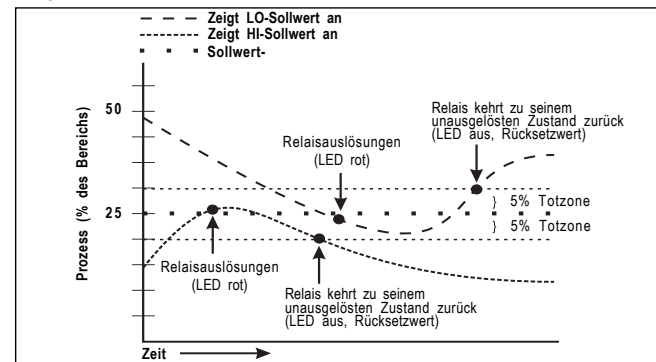

Abbildung 3: Grenzwertalarm-Betrieb und Auswirkung der Totzone
Die Alarm-Sollwertgrenzen für den WV108 können für HI oder LO, Failsafe- oder Nicht-Failsafe-Betrieb konfiguriert werden. (Failsafe ist nur beim -2000 verfügbar.) Beide Sollwerte haben individuell einstellbare Totzonen. In ausgelöstem Zustand wird der Sollwert überschritten und die entsprechende rote LED leuchtet auf. Die Auslösung wird nur zurückgesetzt, wenn der Prozess unter den hohen Auslösewert (HI) sinkt oder über den niedrigen Auslösewert (LO) steigt (siehe Abbildung 3). Die Mindestwerte für die Totzone sind in den Spezifikationen aufgeführt.